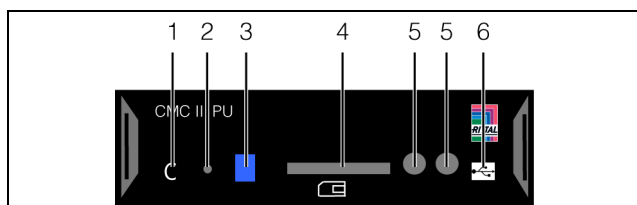
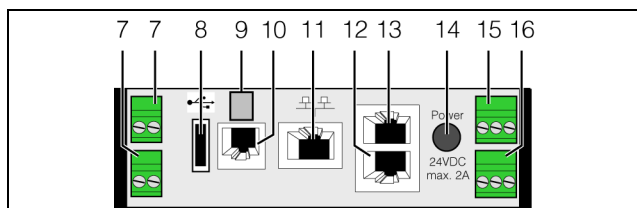

Рис. 10: Передняя сторона СМС III PU
Рис. 11: Задняя сторона СМС III PU
На передней стороне СМС III PU имеется многофункциональный индикатор статуса (рис. 10, поз. 3). Кроме того, на задней стороне на подключениях CAN-Bus (рис. 11, поз. 12 и 13), а также на Ethernet-порту (рис. 11, поз. 11) также имеются индикаторы.
- Подключите прибор сетевым кабелем через Ethernet-порт к Вашему компьютеру (рис. 11, поз. 10).
- Соедините CMC III PU сетевым кабелем с вашей локальной сетью Ethernet (рис. 11, поз. 10).